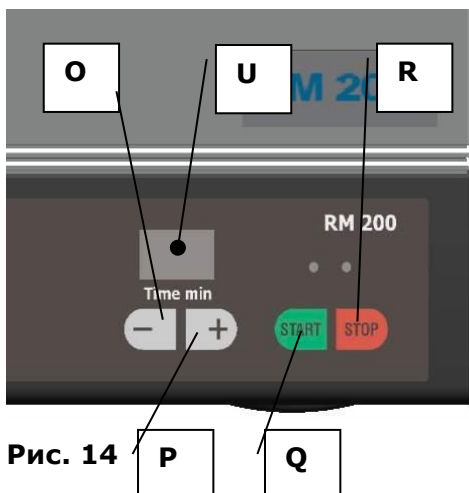

Рис. 14
- При помощи клавиш + / - **O** и **P** установить желаемую продолжительность измельчения. **Рис. 14**
- Нажать клавишу останова **R. Рис. 14**
#### Предварительное измельчение: Рис. 14
#### Тонкое измельчение: Рис. 14